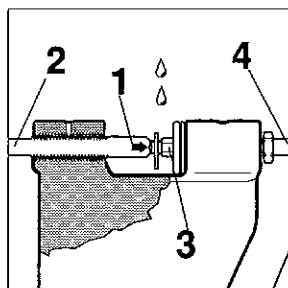

fig. 3
- 2- Positionner la dent (fig.4) ou la maillon de raccordement (fig.3). La tête du rivet devant être au centre de la bouterolle (2) (fig.3).
- 3- Tourner le levier (2) pour appuyer le rivet (1) contre la bouterolle (3).
- 4- Tourner la manivelle (4) pour centrer le rivet sur la bouterolle.